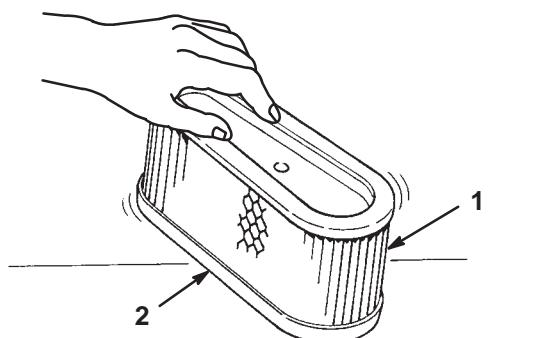

Figure 23
- Tapotez doucement l'élément en papier sur une surface plane pour faire tomber la poussière et la saleté (Fig. 23).